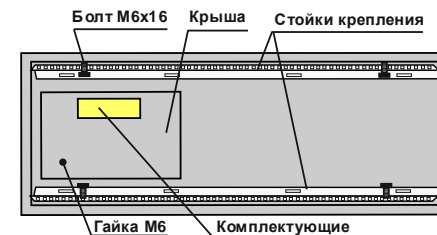

Рис.4
9.4 Снимите передний каркас с дверью и уложите его дверью вниз, параллельно заднему каркасу на расстоянии 0,5...0,6м от заднего каркаса с закрепленной на нем задней стенкой (Рис.4).
9.5 Отверните четыре болта М6х16, снимите две стойки крепления и положите их рядом с задним каркасом (Рис.4).
9.6 Отверните гайку М6 (Рис.4) и отсоедините от заднего каркаса крышу с закрепленными на ней комплектующими (боковые швеллера, соединительные планки, комплект метизов).